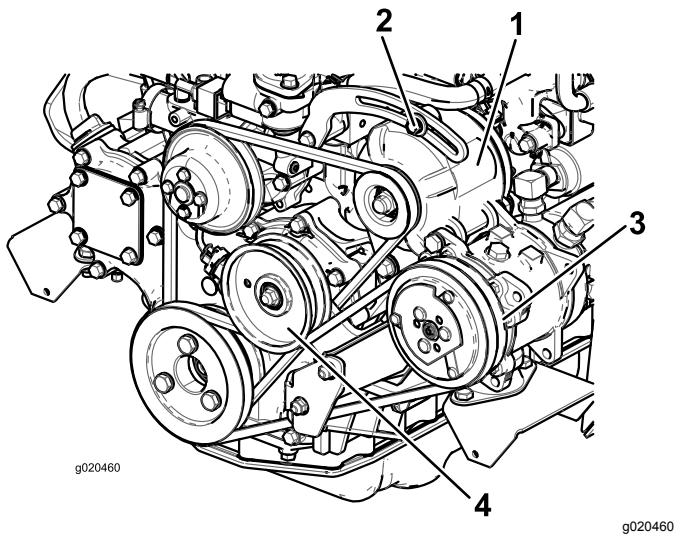

Figura 98
Se a deslocação obtida não for igual a 10 mm, deve desapertar os parafusos de montagem do alternador (Figura 98).
2. Se o desvio obtido não for igual a 10 mm, deverá libertar o parafuso de montagem da polia intermédia (Figura 98).